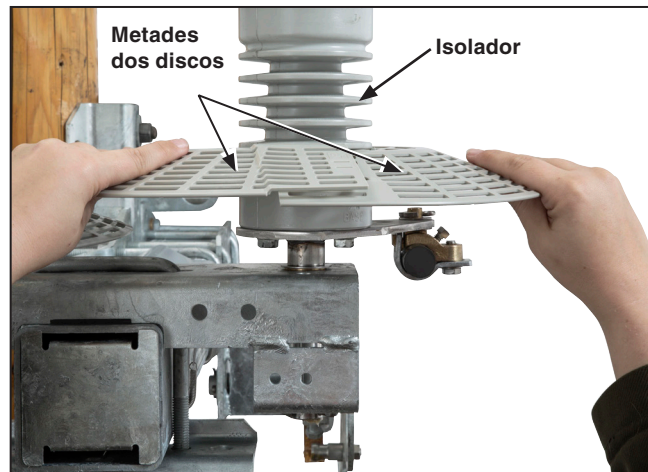
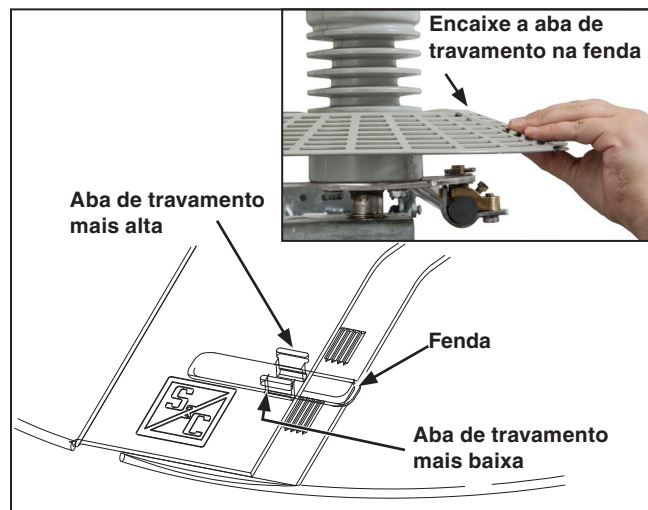

Figura 23. Encaixe as duas metades do disco em torno do isolador.
Figura 24. Encaixe a aba de travamento mais baixa na fenda.
- (a) Para montar os discos, disponha as duas metades do disco em torno do isolador no lado faca. Ver Figura 23. Em seguida, insira as abas de travamento de uma metade de disco na fenda aberta da outra metade para criar um encaixe sobreposto seguro. Repita o procedimento no lado oposto do disco. Quando as metades estiverem corretamente montadas, o logotipo da S&C é visualizado na parte superior dos dois discos. Ver Figura 24.
- (c) Empurre conjuntamente as duas metades do disco em direção ao isolador, de forma que o encaixe do disco com o isolador seja o mais justo possível. Ver Figura 25. Encaixe a aba de travamento mais alta de forma firme na posição. As duas abas devem sobressair pela fenda aberta, como mostrado na Figura 24.